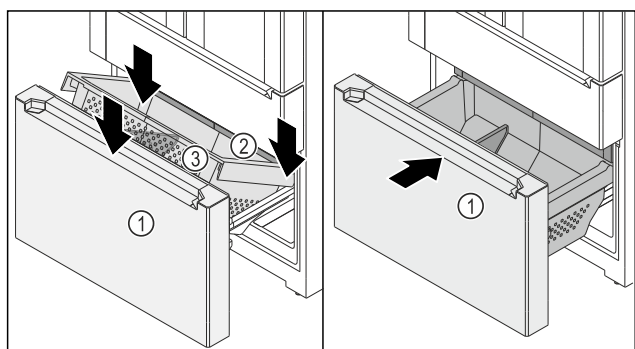

Fig. 154
- ❑ 拉出式滑架 Fig. 154 (1) 已拔出。
- ❑ 抽屉 Fig. 154 (2) 已被推入。
- ▶ 将后方容器 Fig. 154 (3) 放到左右侧轨道上。
- ▶ 降下前方容器 Fig. 154 (3)，使容器 Fig. 154 (3) 包围左右侧轨道。
- ▶ 推入拉出式滑架 Fig. 154 (1)。